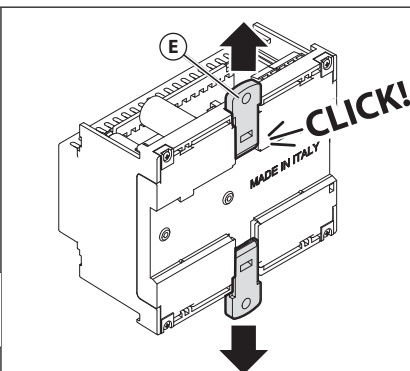

Fig. 4
2. Aprire entrambe le clip di fissaggio (E) (Fig. 4)